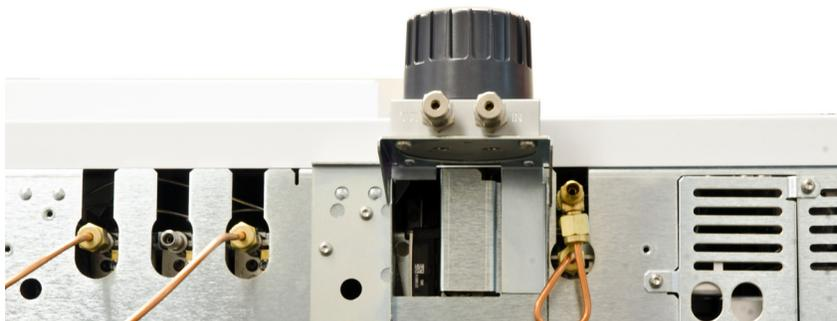

Abbildung 14. Für ALS und allgemeine Konfigurationen auf der Oberseite der Halterung montierte Halterungsanschlusseinheit
- Wenn Sie in Ihrem System einen ALS installiert haben, montieren Sie die Anschlusseinheit der Halterung an der Oberseite der Halterung (**Abbildung 14**).